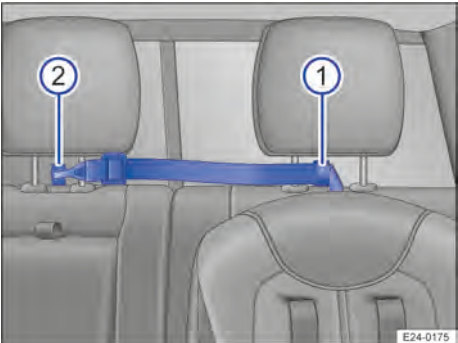

Fig. 49 Mise en place de la ceinture de retenue supérieure Top Tether (schéma de principe)
- 2. Faites passer la ceinture de retenue supérieure à travers la dragonne Top Tether → fig. 49 ① sous l'appuie-tête.
- 4. Accrochez la ceinture de retenue supérieure dans la dragonne Top Tether → fig. 49 ② sous l'appuie-tête central.